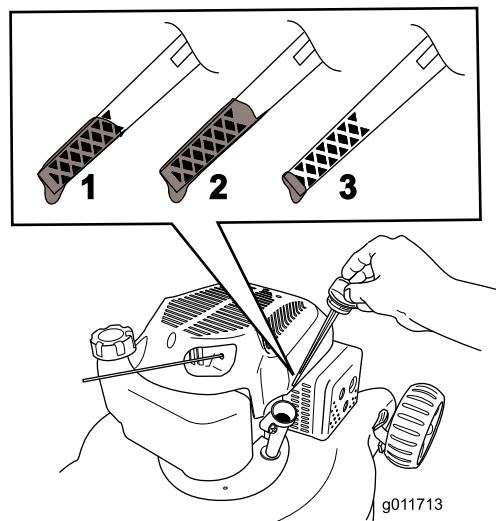

Figure 4
2. Retirez la jauge (Figure 4).
3. Versez **lentement** l'huile par l'orifice de remplissage, attendez quelques minutes puis vérifiez le niveau d'huile sur la jauge, en l'essuyant sur un chiffon propre et en l'insérant dans l'orifice, **mais sans visser** le bouchon (Figure 4).
Remarque: Versez de l'huile dans le carter moteur jusqu'à ce que la jauge indique le niveau correct, comme illustré à la Figure 4. Si vous remplissez excessivement le carter moteur, vidangez l'excédent